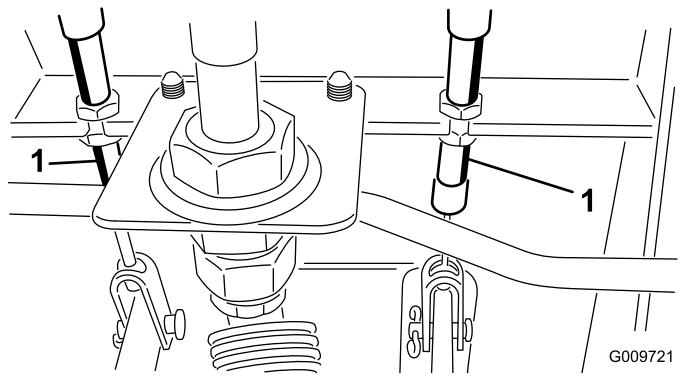

Figure 77
- Desserrez l'écrou avant sur l'extrémité filetée du câble de frein (Figure 77).